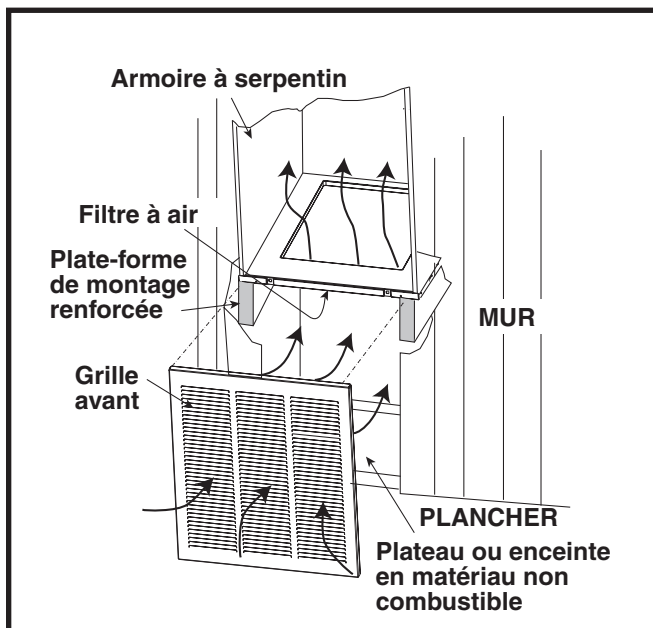

Figure 12. Système d'air de reprise au-dessus du plancher
1. Si le plancher sous l'appareil est en matériau combustible, disposez un plateau en matériau non combustible avec des rebords relevés de 25 mm (1 po) sous l'ouverture d'air de reprise l'appareil. Voyez la Figure 12 \(page 9\).
7. Installez préférentiellement la grille d'air de reprise dans le placard au même niveau que le support ascendant ou sous la plate-forme de montage. Voyez la Figure 12.